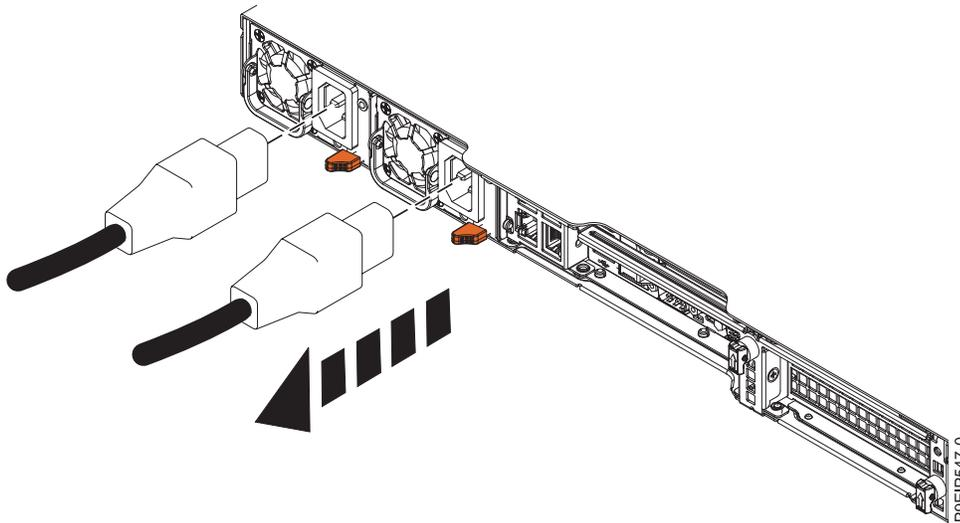

Figura 81. Extracción de los cables de alimentación del sistema
2. Etiquete y desconecte los cables de alimentación de la unidad del sistema como se muestra en la Figura 81.